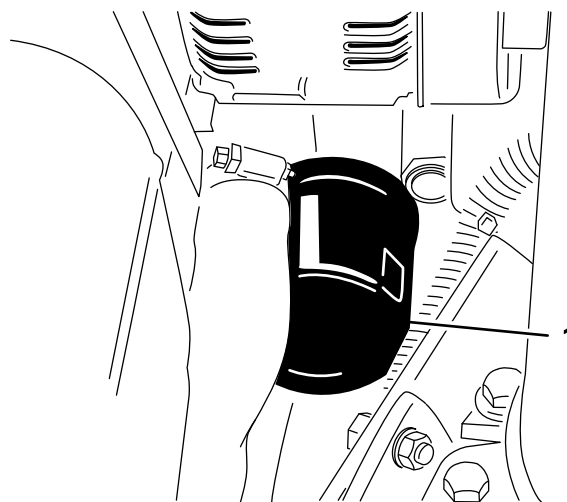

Figura 48
2. Retire el filtro de aceite (Figura 48). Aplique una capa ligera de aceite limpio al filtro nuevo antes de enroscarlo. **No apriete demasiado.**